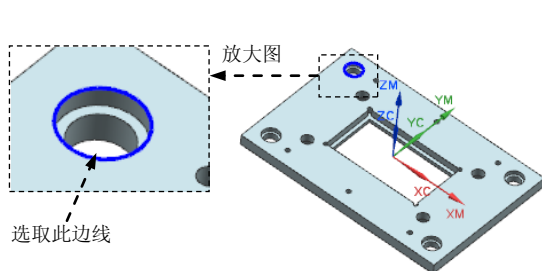

图 11.40 定义参照边线 1
Step3. 在图形区选择图 11.40 所示的边线,然后单击**创建下一个边界**按钮。